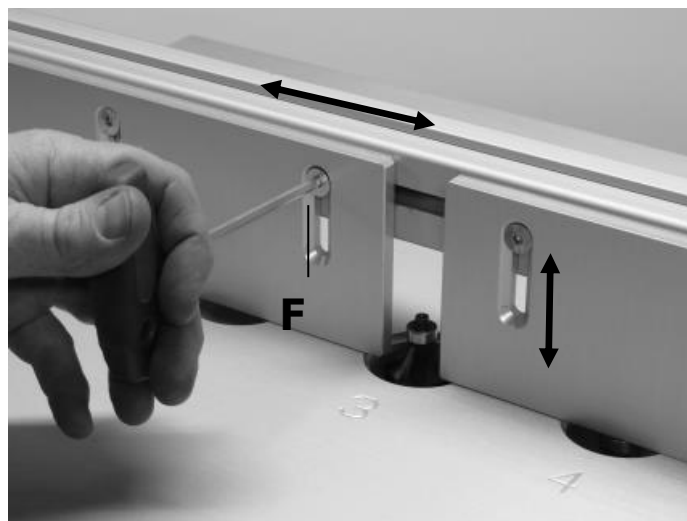

Bild 61
- Inbuss-Schrauben (F) lösen (Bild 61)
- Längenanschlag in die richtige Position bringen und Inbuss-Schrauben (F) anziehen